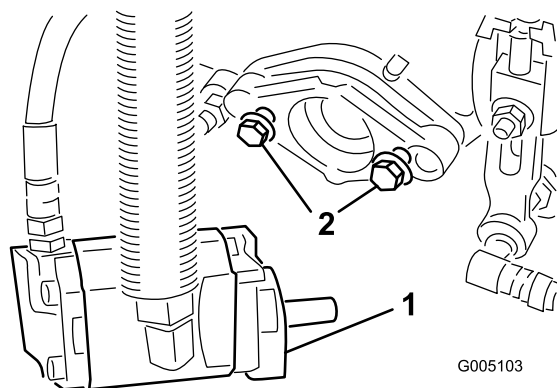

図 14
7. リールモータを固定するための取り付けボルトを各カッティングユニットに装着する。ネジ山が13 mm程度突き出るようにする（図 14）。
11. 取り付けボルトを締め付ける。（図 14）。